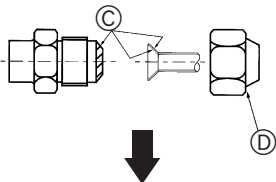

Fig. 7-2
- ③ Applicare olio per refrigerazione sull'intera superficie (Fig. 7-2) della sede svasata.
- ⑨ Fondamentalmente, usare dadi a cartella incorporati (i dadi a cartella disponibili in commercio si possono rompere).